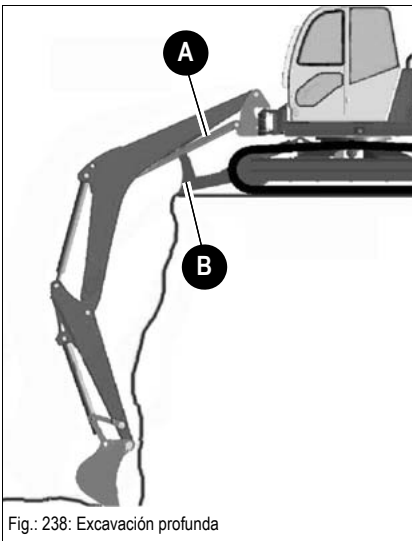

Fig.: 238: Excavación profunda
- ☞ En caso de excavación profunda con la pala niveladora **B** delante procurar que la biela **A** no se coloque sobre la pala niveladora **B**. Fig. 238
- ☞ De preferencia, se utilizará la posición de trabajo descrita en primer lugar (Fig. 238), prestando una mayor atención a evitar que se produzcan colisiones entre la biela **A** y la pala niveladora **B**.